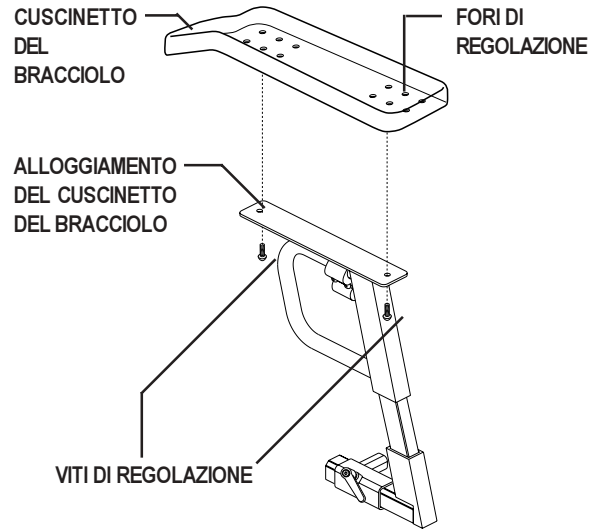

Figura 12. Regolazione della posizione del cuscinetto del bracciolo
1. Estrarre tutte le viti di regolazione dalla parte inferiore anteriore e posteriore del cuscinetto del bracciolo. Vedere figura 12.